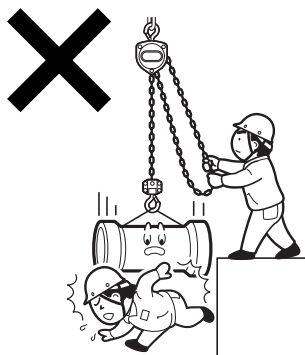

図4
- (7) つり荷の下や、つり荷の動く範囲に入らないでください。また人の頭上を越えて荷を運搬しないでください。図4